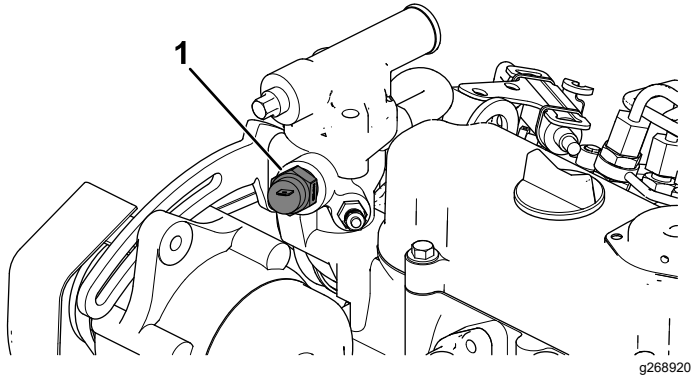

図 14
- A. サーマスタットのハウジングから温度スイッチを外す 図 14。